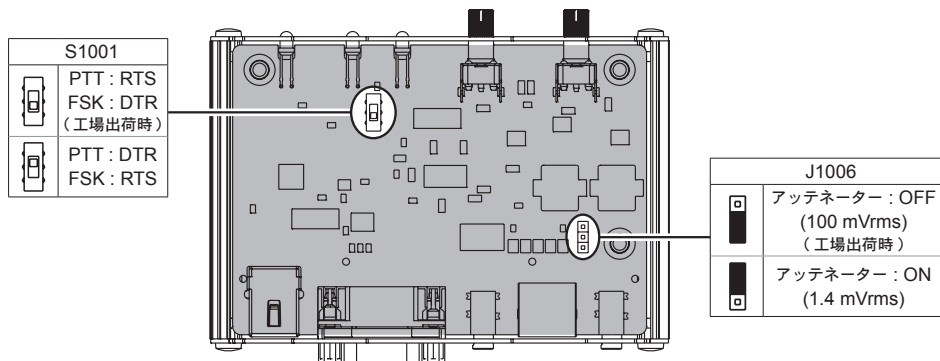

図 2
3. 図2を参考に、ジャンパー（J1006）の設定または、スイッチ（S1001）の切り換えを行います。